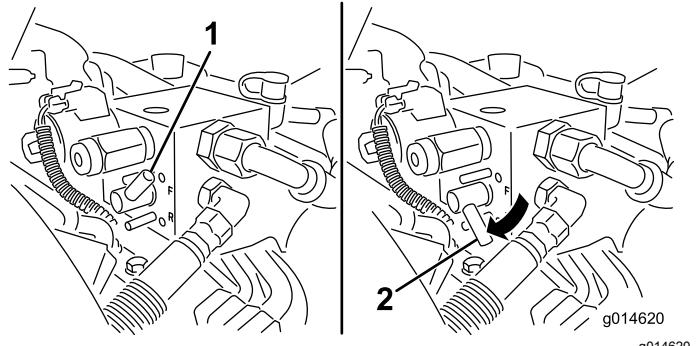

Bild 49
- Drehen Sie den Läpphebel auf RÜCKWÄRTS (R) (Bild 49).